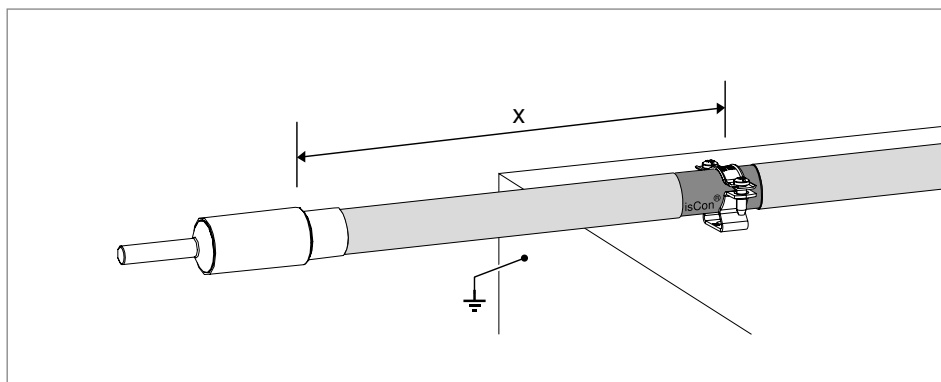

**Abb. 53:** Abstand zwischen Anschlusselement und Potentialanschlussklemme
- Die Potentialanschlussklemme mit  $\geq 6 \text{ mm}^2$  Cu oder leitwertgleich mit dem Potentialausgleich verbinden (siehe Abb. 53).